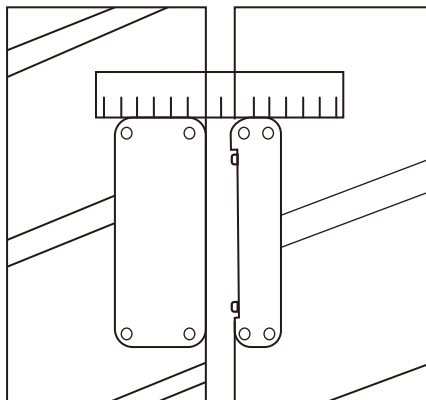
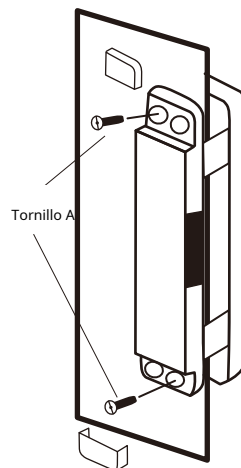

Fig. 1
Fig. 2
2. Retire los 4 tornillos laterales del panel interior del host (Fig. 1). Levante el cable plano en el conector para liberar el seguro y desconéctelo (Fig. 2).